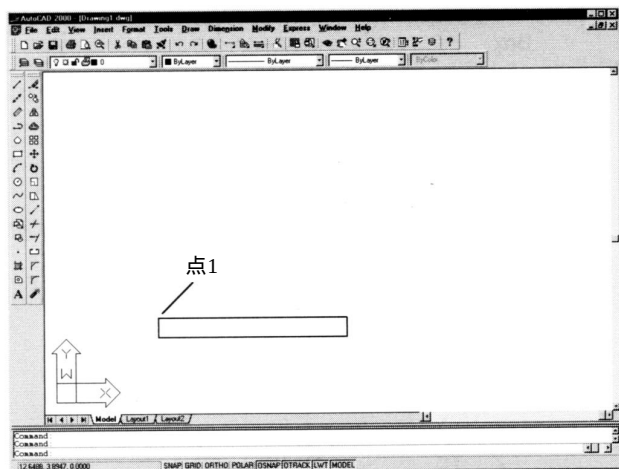

图37-4 画第一个长方体
- 3) 再次输入 Box 命令，输入图 37-4 中所示的点 1。